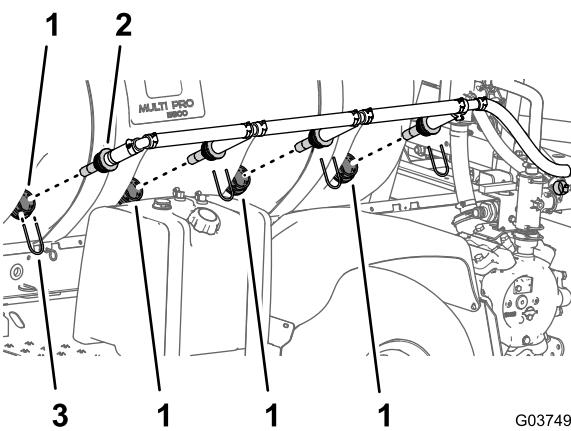

图33
3. 在药缸的侧面卸下将搅拌喷嘴固定至药缸壁隔板接头的 4 个卡环 图33。
5. 拆下机器的喷嘴和连接的软管 图33。